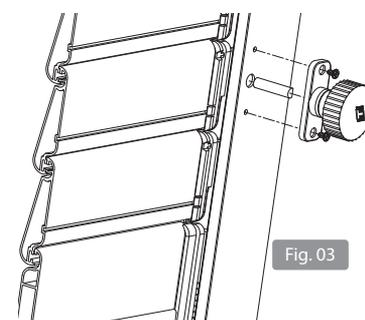

Fig. 03
5. Fissare la maniglia con le viti in dotazione (Fig. 03)